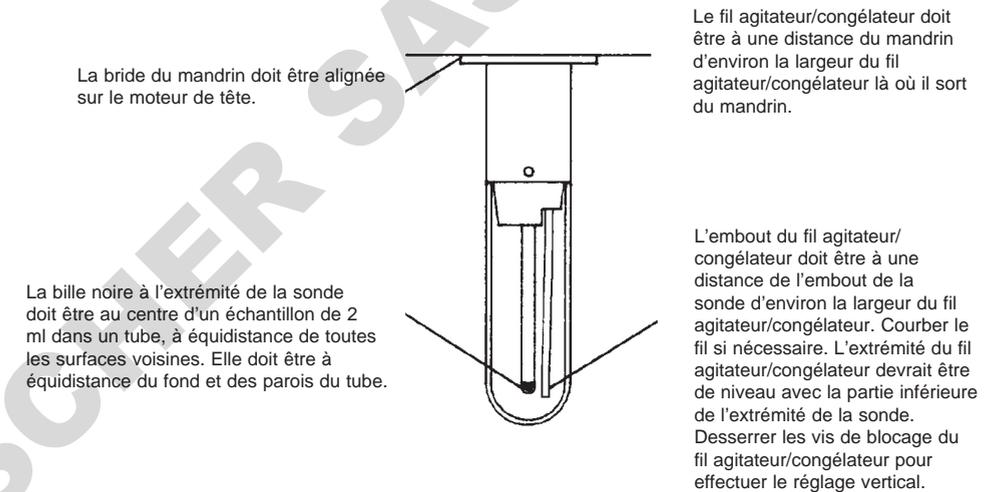

Figure 10 : Réglage du mandrin, de la sonde et du fil agitateur/congélateur
1. Pipeter un échantillon de 2 ml de H₂O ou de l'une des solutions étalon dans un tube. Maintenir ensuite le tube remonté sur le mandrin dans la position indiquée en figure 10. Noter dans quelle direction l'embout de la sonde doit être déplacé (le cas échéant) pour centrer parfaitement sa bille détectrice noire dans le volume de l'échantillon. Retirer le tube.